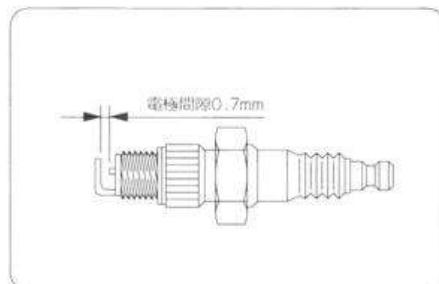

図27
- 電極の隙間が0.7mmになるように調節してください。(図27)